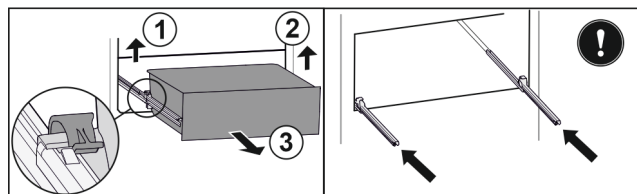

Fig. 37*
- ▶ Linker klem optillen en gelijktijdig de lade links naar voren trekken Fig. 37 (1).*
- ▶ Rechter klem optillen en gelijktijdig de lade rechts naar voren trekken Fig. 37 (2).*
- ▶ Lade er naar voren uitnemen Fig. 37 (3).*